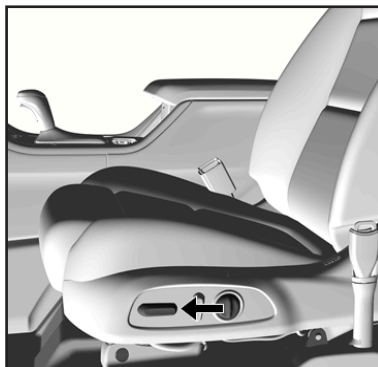

Figura 7
7. Mueva los Asientos delanteros a la posición completamente hacia adelante. **Vea la Figura 7.**